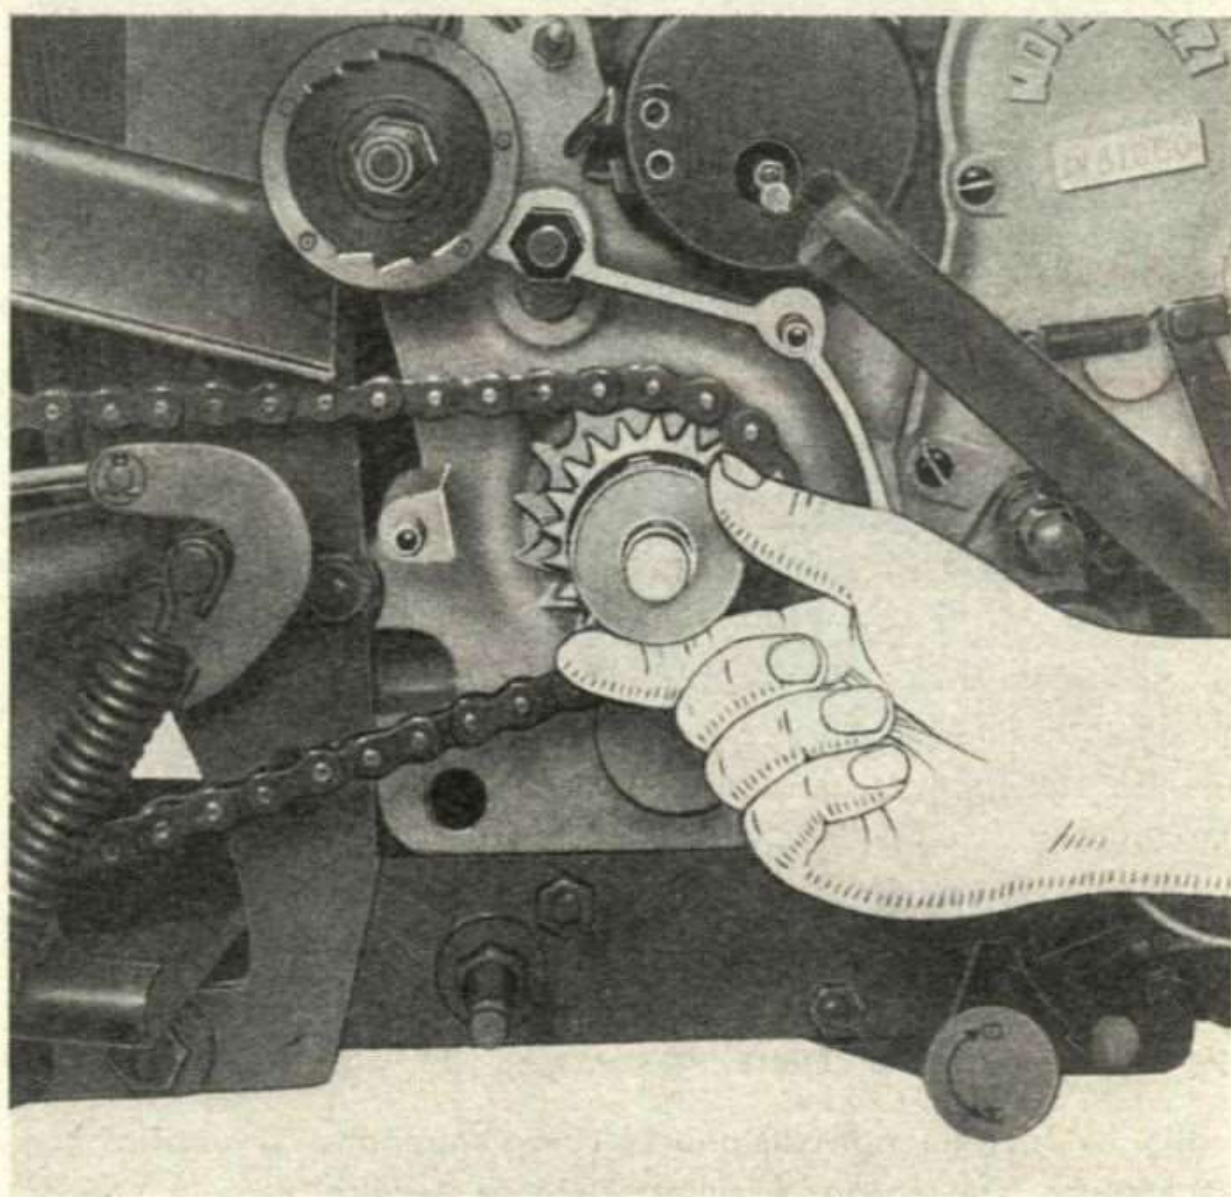

Fig. 9
a) dipende da molle troppo scariche; avvitare il disco zigrinato (ved. fig. 9) o sostituire le molle;